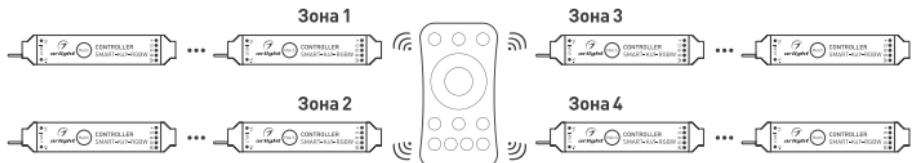

Рисунок 3. Вариант построения системы с 4-зонным пультом дистанционного управления
- 3.9. При использовании многоzonных пультов ДУ или панелей можно построить разветвленную систему управления (рисунок 3).